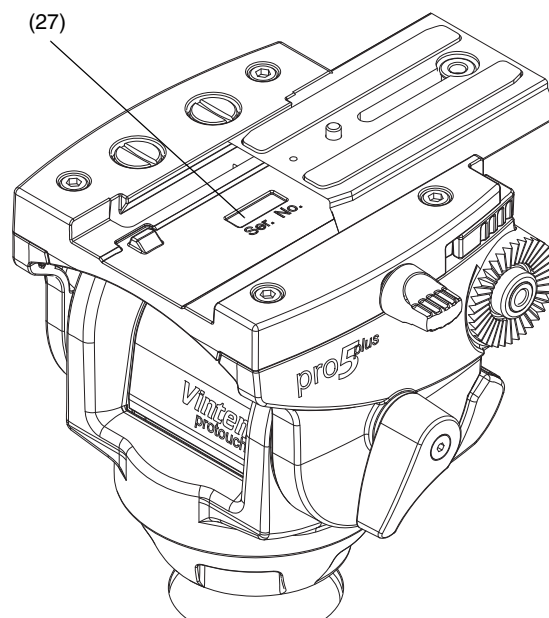

Fig. 9
Die Position der Seriennummer des Produkts (27) ist in Fig. 9 dargestellt.